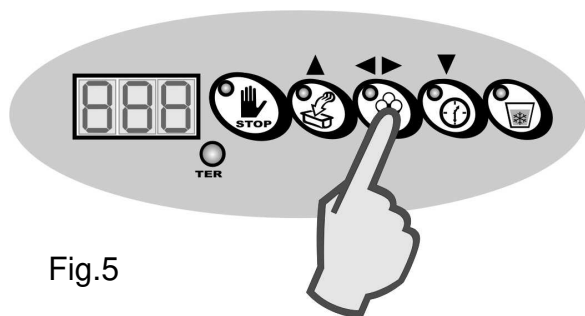

Fig.5
- Ensuite, appuyer la touche Confirmation pour mettre en marche le cycle de congélation (fig. 5).